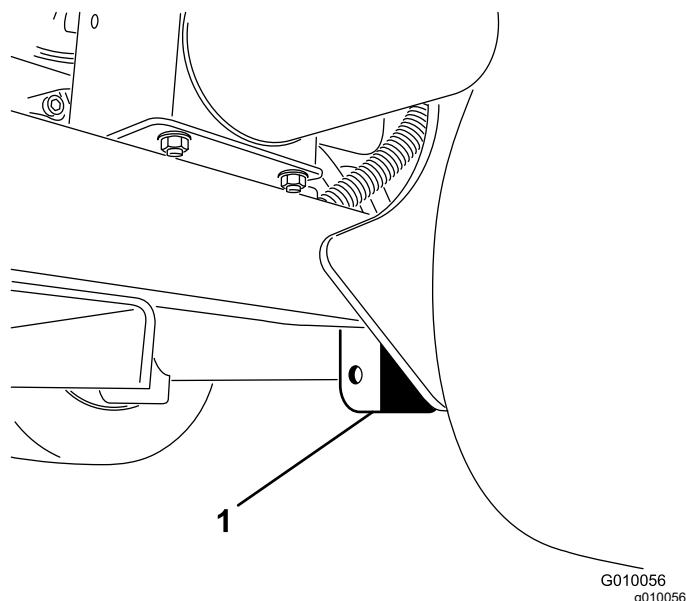

Figura 38
3. Collocate il cavalletto con sicurezza sotto la piastra del telaio, appena oltre la ruota posteriore (Figura 38).